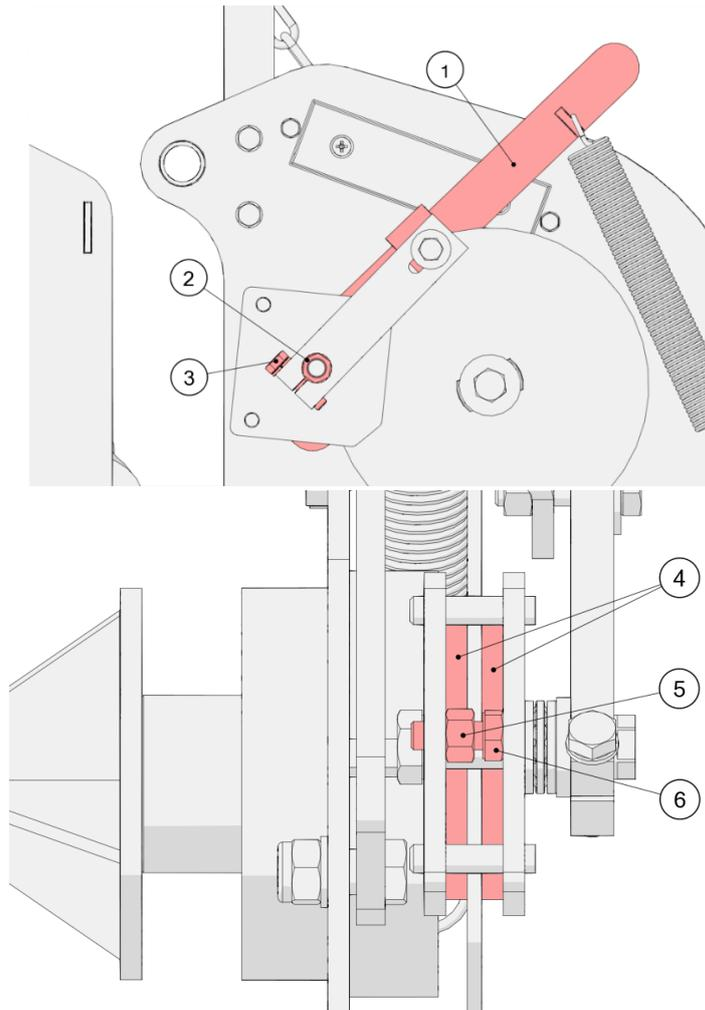

Рисунок 21. Регулировка тормоза механизма обвязывания сеткой
Тормоз механизма обвязывания сеткой должен быть отрегулирован таким образом, чтобы после направления рычага (1) (рис. 21) невозможно было вращать тормозной диск вручную. Для регулировки тормоза:
- Ослабьте винт (3), как показано на рисунке 21;
- Затяните резьбовую втулку (2) так, чтобы тормозные колодки (4) полностью прилегли к тормозному диску;
Если тормозные колодки (4) изношены с одной стороны, выполните следующие действия (рис. 21):
- Ослабьте гайку (5);
- Слегка прикрутите винт (6) так, чтобы колодки была параллельны;
- Затяните гайку (5).